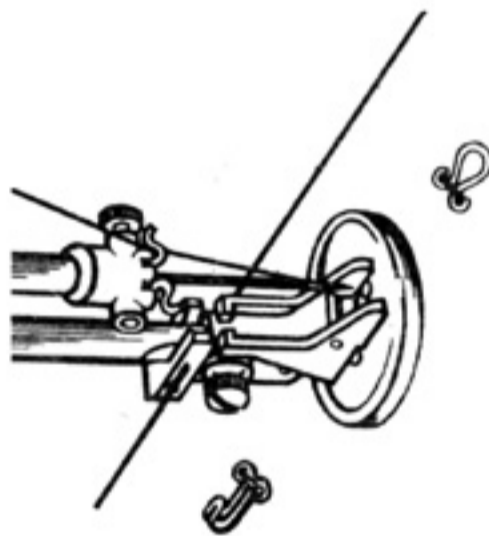

Рис. 48
28. Пришивание пуговиц (рис. 48)